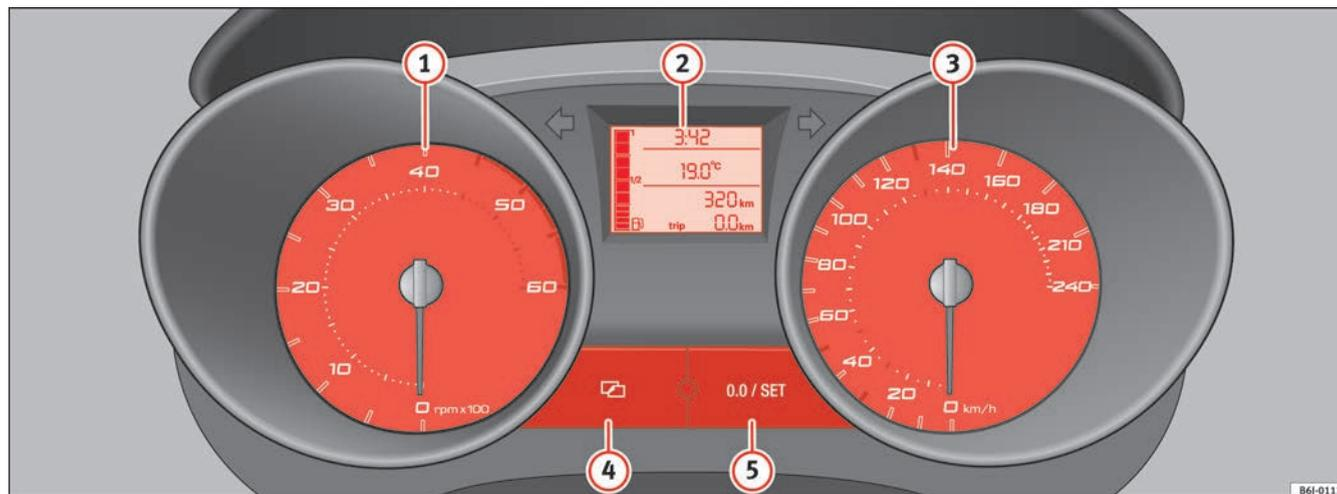

Abb. 30 Ausschnitt aus der Instrumententafel: Kombiinstrument
Der Beginn des roten Bereichs ⇒ Seite 55, Abb. 30 ① weist auf die maximale Motordrehzahl bei Betriebstemperatur hin. Vor Erreichen dieses Bereiches sollte in den nächsthöheren Gang geschaltet oder die Wählhebelstellung D gewählt oder der Fuß vom Gaspedal genommen werden.
- Zum Einstellen der Uhrzeit drücken Sie die Taste **4** ⇒ Seite 55, Abb. 30. Die Option „Stunden“ blinkt am Display auf und mit der Taste **5** „SET“ ⇒ Seite 55, Abb. 30 stellt man diese ein.
Das untere Zählwerk registriert die Kurzstrecken. Die letzte Stelle steht für Strecken von 100 m. Der Kurzstreckenzähler kann durch Drücken des Rückstellknopfs ⇒ Seite 55, Abb. 30 ⑥ auf Null gestellt werden.